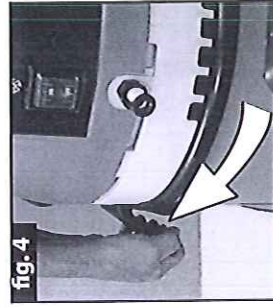

fig. 4
- Die Haken (G) lösen und den Kopf (A) anheben (Abb. 4 und 5).
- Maak de haken (G) los en til de kop op (A) (afb. 4 en 5).